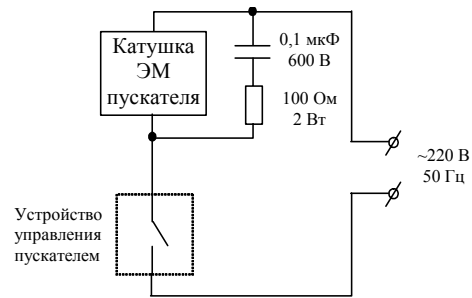

Рисунок 4.4.2
4.4.2. При наличии рядом с прибором индуктивных электромагнитных устройств переменного или постоянного тока (например, катушки электромагнитных пускателей), настоятельно рекомендуется применение помехоподавляющих RC цепочек (100 Ом, 0,1 мкФ) согласно схеме, приведенной на рис.4.4.2: